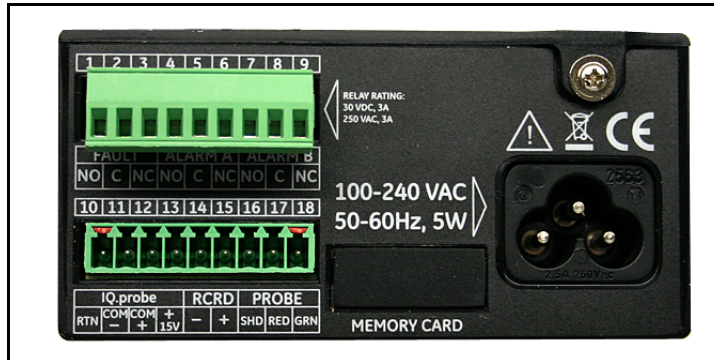
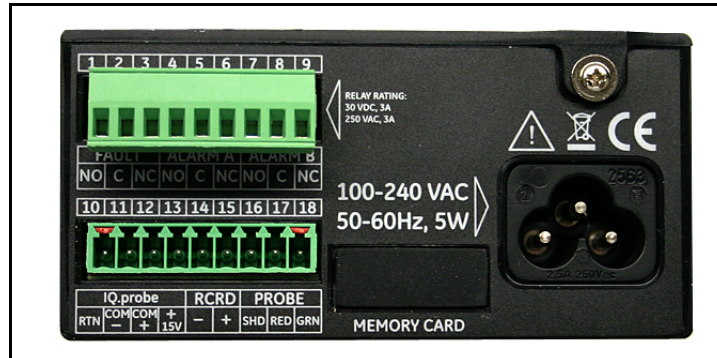

Figure 23: Connecteur inférieur retiré
Figure 28: Connecteur inférieur retiré
- Retirez le connecteur du bornier inférieur en face arrière du **dew.IQ** (voir *Figure 23* ci-dessous).
- Retirez le connecteur du bornier inférieur en face arrière du **dew.IQ** (voir *Figure 28* ci-dessous).
Reportez-vous au *Table 2* ci-dessous pour relier votre enregistreur analogique aux bornes 14 et 15 du bornier inférieur en face arrière du **dew.IQ** (voir *Figure 23 on page 20* ou *Figure 28 on page 23*).